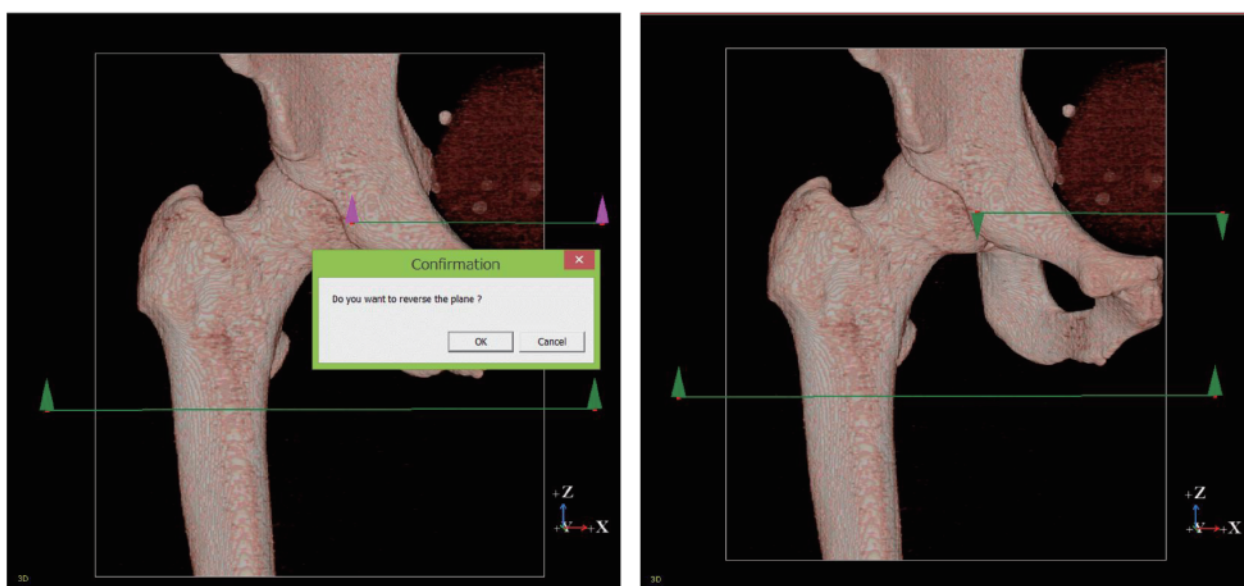

図4-4 コーンの見え方変更
5. コーンの見え方は、コーンを左クリック→OKで変更することが出来ます。(図4-4)